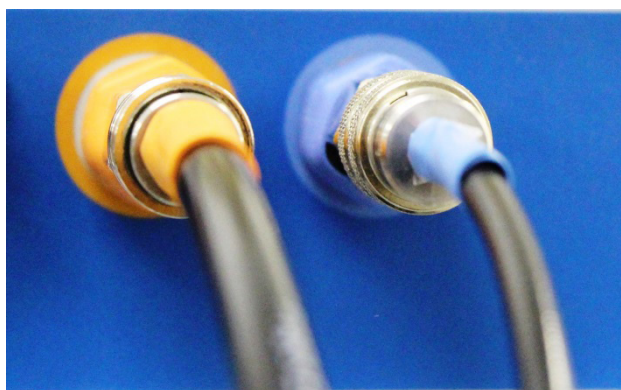

Figura 13: Conectores pneumáticos codificados por cores
3. Insira as conexões correspondentes nos conectores pneumáticos conforme mostrado abaixo na Figura 13. O anel deslizante precisará ser empurrado manualmente no conector laranja.